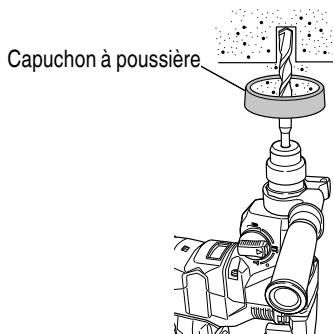

Fig. 13
4. Lors de l'installation de la capuchon à poussière ou du collecteur de de poussière (B) (accessoires en option) (Fig. 13, Fig. 14)
Utiliser la capuchone à poussière en la fixant au foret comme montré dans la Fig. 13.